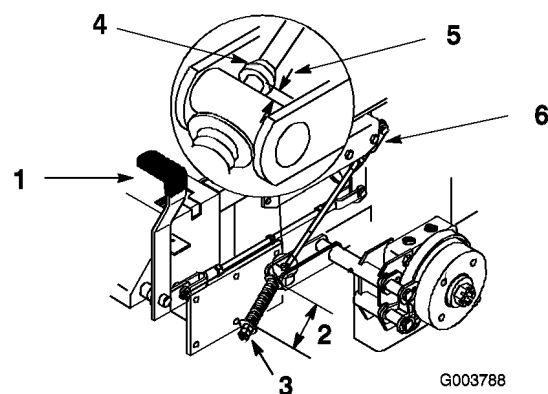

Figura 46
La medida debe ser de 70 mm (2-3/4 pulg.) entre las arandelas (Figura 46).
3. Si es necesario un ajuste, afloje la contratuerca que está debajo del muelle y apriete la tuerca que está directamente debajo de la horquilla (Figura 46). Gire la tuerca hasta obtener la medida correcta. Apriete las dos tuercas juntas y repita en el otro lado de la unidad.
La medida debe ser de 5-7 mm (3/16-1/4 pulg.) (Figura 46).
7. Si es necesario un ajuste, afloje la contratuerca que está justo por debajo de la horquilla. Gire la varilla inferior hasta obtener la medida correcta (Figura 46). Apriete la contratuerca junto a la horquilla.